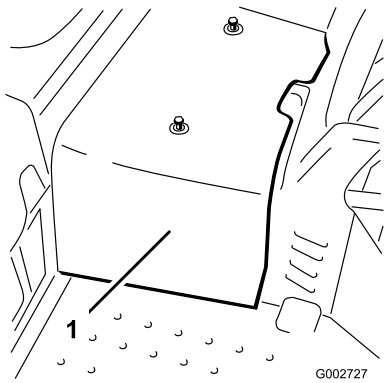

Figura 41
- Afloje los 2 tornillos que fijan la cubierta central a la máquina y retire la cubierta (Figura 41).